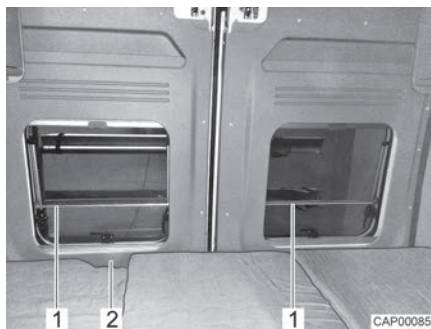

Bild 32 Fallskydd (längsgående bakre säng)
- ▷ Bakdörrarnas fönster är utrustade med ett fallskydd (Bild 32,1). Bakdörren kan öppnas inifrån via dörrhandtaget (Bild 33,2).